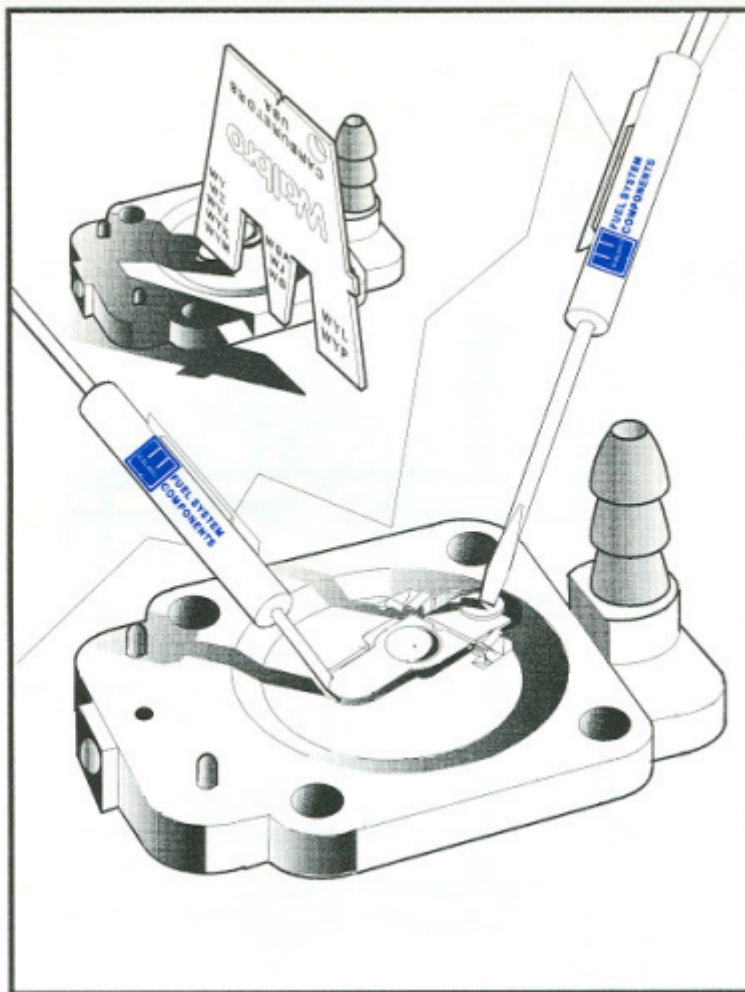

Figure 1
1. Placer un tournevis sur la tête de l'aiguille d'admission. Ne pas appliquer de pression. Gardez simplement l'aiguille stable. (Voir Fig. 1.)
2. Pour obtenir un réglage plus pauvre, appliquez suffisamment de pression sur l'extrémité opposée du levier avec un deuxième tournevis (voir Fig. 1.)